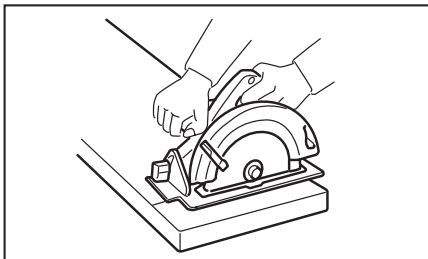
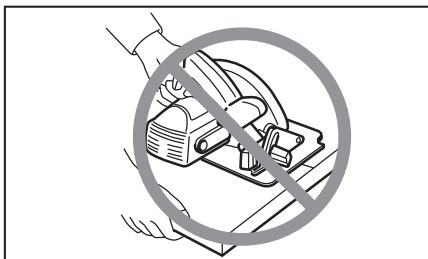

Fig. 5
Fig. 6
17. Coloque la parte más ancha de la base de la sierra en aquella parte de la pieza de trabajo que esté firmemente apoyada, no en la parte que se vaya a caer cuando se realice el corte. A modo de ejemplo, la Fig. 5 ilustra la forma CORRECTA de cortar el final de una tabla y la Fig. 6, la forma INCORRECTA. Si la pieza de trabajo es corta o pequeña, sujétela con mordazas. ¡NO TRATE DE SUJETAR LAS PIEZAS CORTAS CON LA MANO!